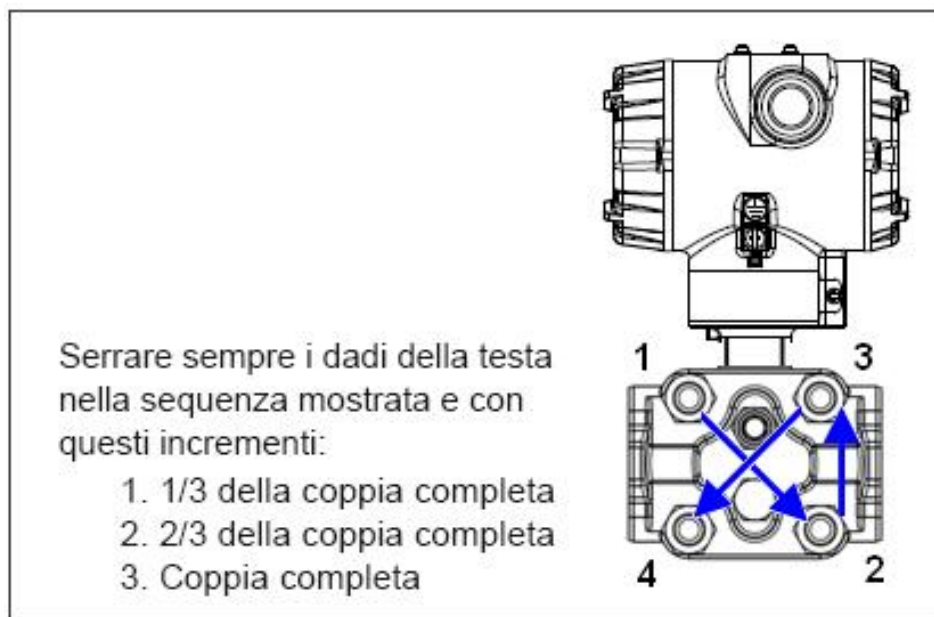

Figura 25 - Sequenza di serraggio dei bulloni della testa di processo
16. Utilizzando una chiave di serraggio, serrare i dadi alla coppia nella sequenza mostrata nella Figura 25. Serrare i dadi della testa nella sequenza seguente: 1/3 del serraggio completo, 2/3 del serraggio completo e serraggio completo.